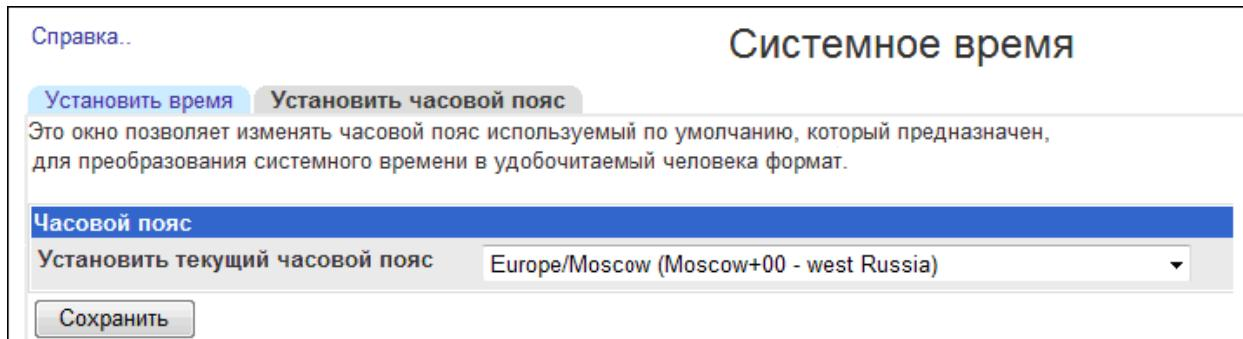

Рисунок 3.5 – Настройка часового пояса
- 2 В открывшейся странице «Системное время» на закладке «Установить часовой пояс» (рисунок 3.5) выбрать в выпадающем списке требуемый часовой пояс, а затем нажать на кнопку «Сохранить»